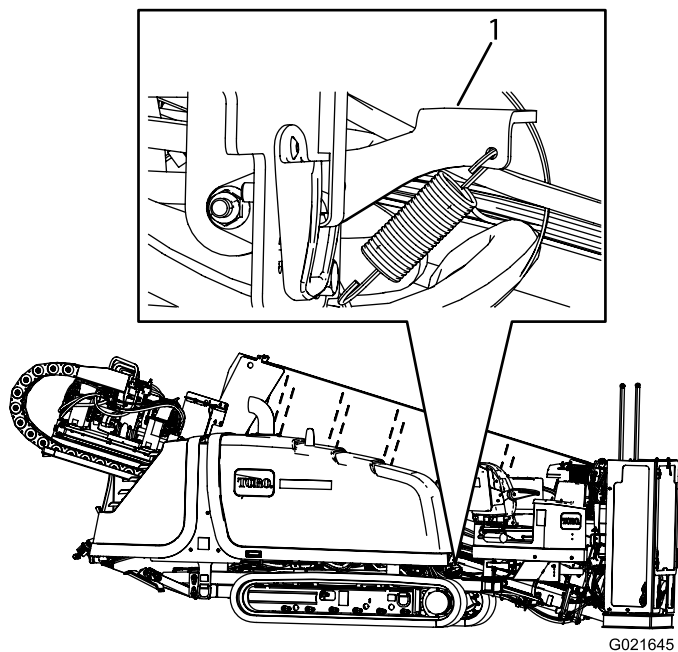

Рисунок 93
2. Нажмите вниз на защелку капота, как показано на Рисунок 93.